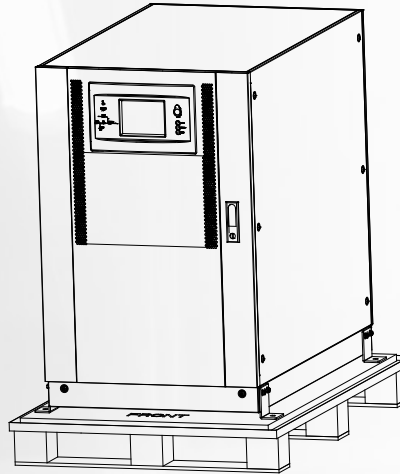

Рис. 3-5 Удаление защитного пенопласта
4. Удалите защитный пенопласт, уложенный вокруг шкафа (см. рис. 3-5).